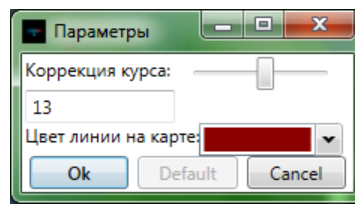

Рисунок 6.35 – Окно «Параметры» карты полетов
- Сервис – содержит окно параметров (Рисунок 6.35). Можно скорректировать курс самолета и настроить цвет линии траектории на карте;